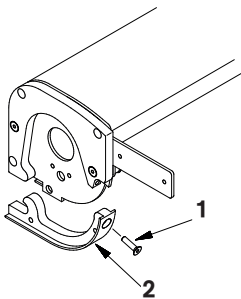

Abb. 18: Kuppelungsblech
- » Drehen Sie die Verbindungsschraube (1 - Abb. 18) heraus